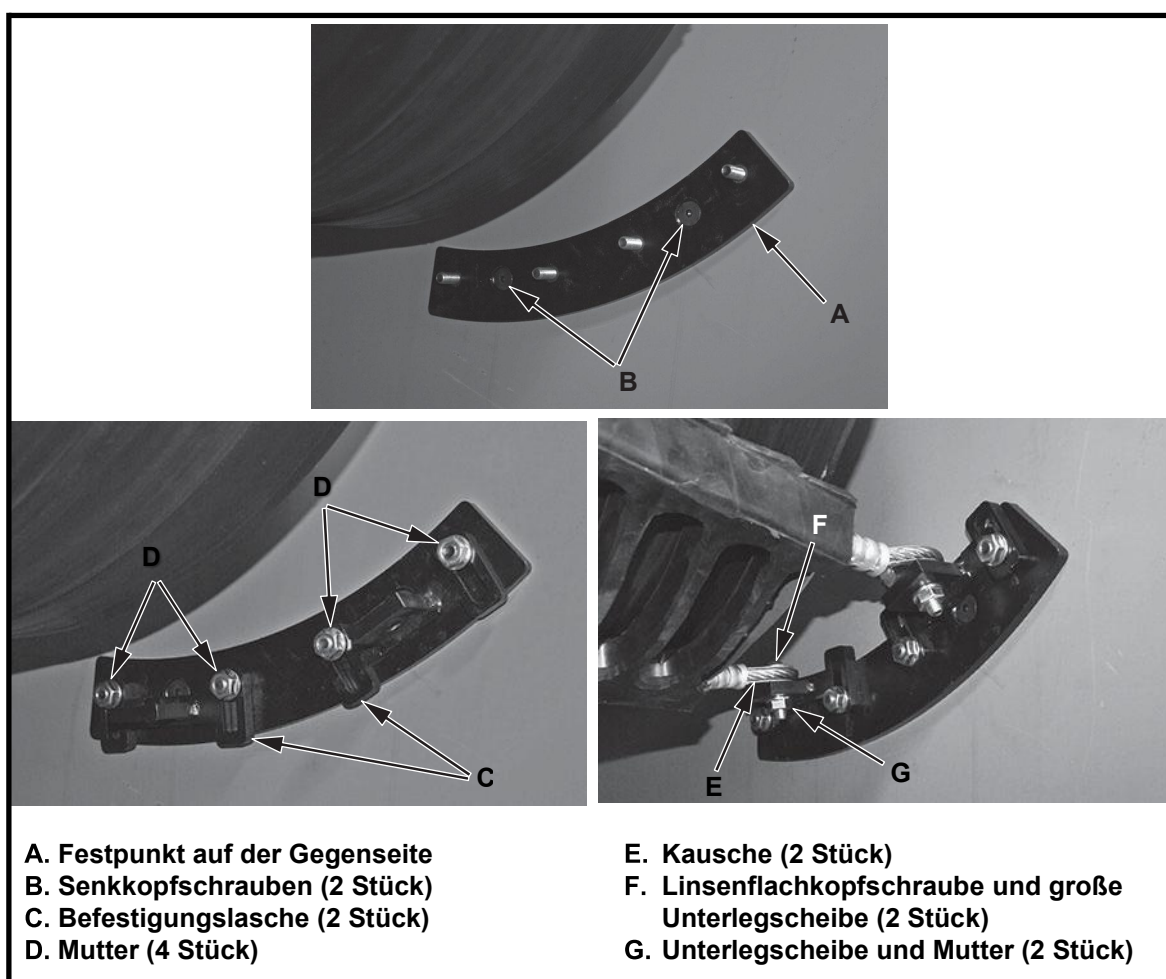

Abbildung 7: Montage der Festpunkte
- d) Befestigen Sie die Befestigungslaschen (C) mithilfe der Muttern (D). Ziehen Sie die Muttern handfest an (siehe Abbildung 7).
- e) Befestigen Sie den Vorabstreifer an der Befestigungslasche auf der Gegenseite, indem Sie eine Linsenflachkopfschraube mit großer Unterlegscheibe (F) durch die Kausche (E) stecken und die Mutter mit Unterlegscheibe (G) festziehen. Ziehen Sie die Mutter handfest an.